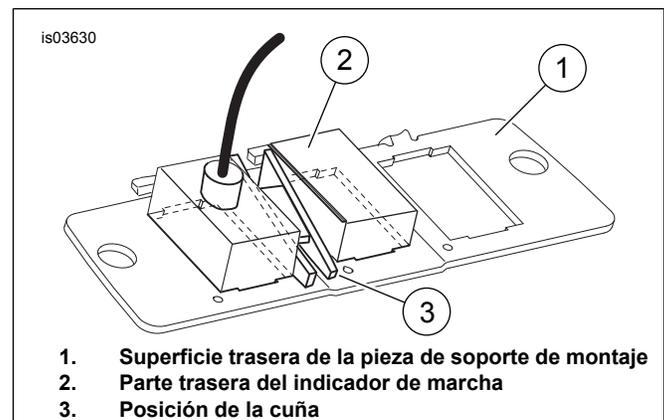
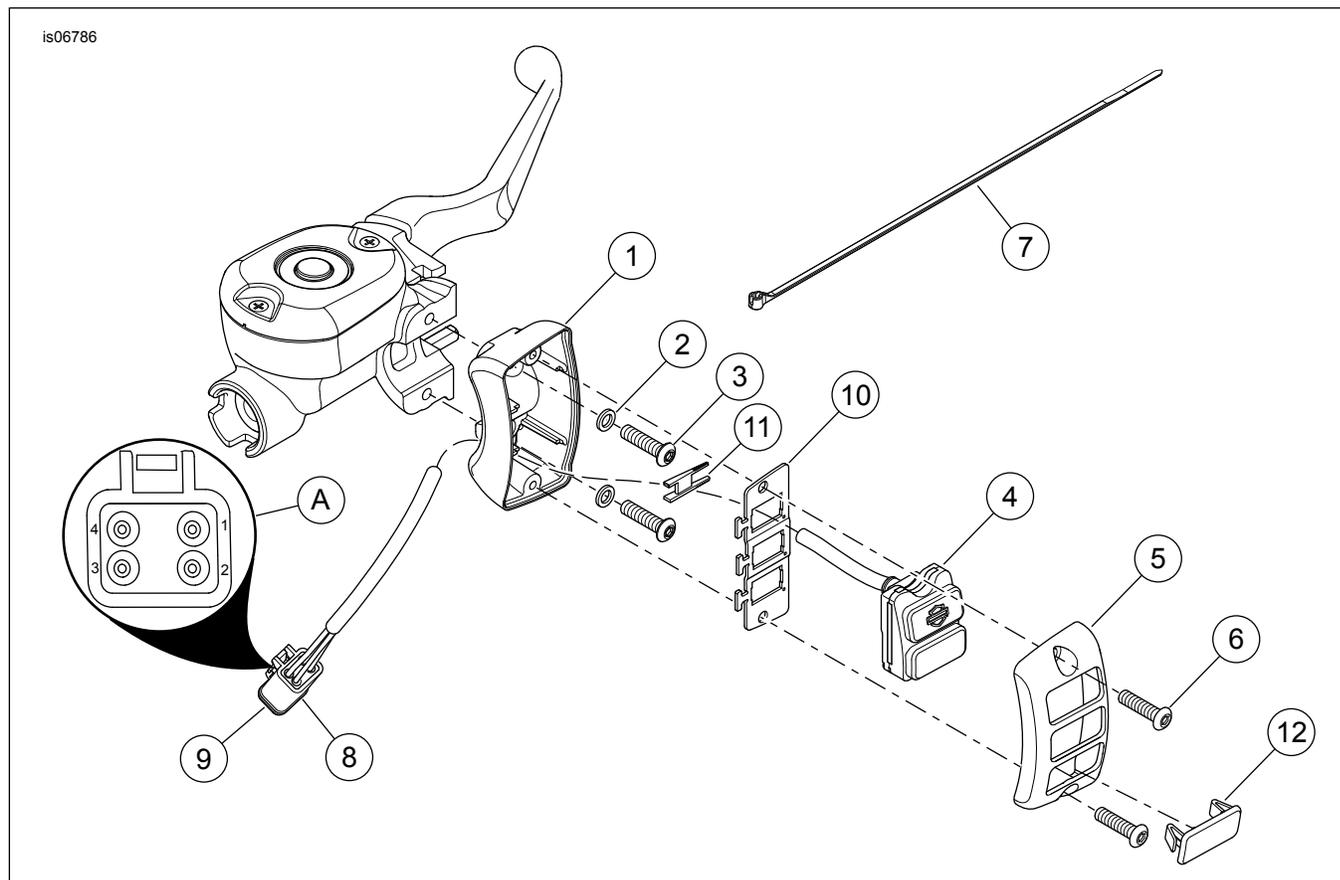

Figura 2. Vista trasera de la pieza de soporte de montaje y el conjunto del indicador
Figura 3. Piezas de servicio: Indicador digital de marchas
Vea Figura 3 y Tabla 1.
3. Vea Figura 3. Instale la caja inferior (1), las arandelas (2) y los tornillos (3) del indicador de marchas. Apriete los tornillos a 8–9 N·m (60–80 in-lbs).
4. Vea Figura 2. Instale el indicador de marchas (2) con los cables dentro de la abertura superior de la pieza de soporte de montaje.
5. Deslice la cuña (3) con los extremos con punta entre las dos cajas, en la parte trasera del indicador de marcha (2), desde el lado de las lengüetas de la pieza de soporte (1). Los extremos con punta de las cuñas tienen diferentes espesores y deben adaptarse al escalón de la superficie de la placa de la caja. Esto asegurará firmemente el indicador de marcha a la superficie de la pieza de soporte de montaje.
6. Vea Figura 3. Coloque el arnés de cableado del indicador de marchas a través del agujero en la parte inferior de la caja inferior (1).
7. Oriente el conjunto del indicador de marchas (4) sobre los agujeros de montaje del conjunto de la caja inferior.
9. Instale la caja superior (5) sobre la caja inferior y asegúrela con dos tornillos (6). Apriete los tornillos a 4–5 N·m (35–45 in-lbs).
10. Instale el tapón del interruptor (12) en la abertura inferior de la caja superior.
12. Vea Figura 3. Instale las tres patillas del arnés de cableado dentro del conector hembra de 4 vías (A) del kit como sigue:
- a. Instale el cable negro (BK) dentro del terminal 2.
- c. Instale el cable naranja (O) dentro del terminal 4.
- d. Instale el bloqueo secundario (9) dentro del conector hembra de 4 vías.
14. Reúna el arnés restante y asegúrelo cerca del conector con una correa de cables (7).
15. Asegure el arnés del indicador de marchas al manillar y al arnés principal con correas de cables (7).